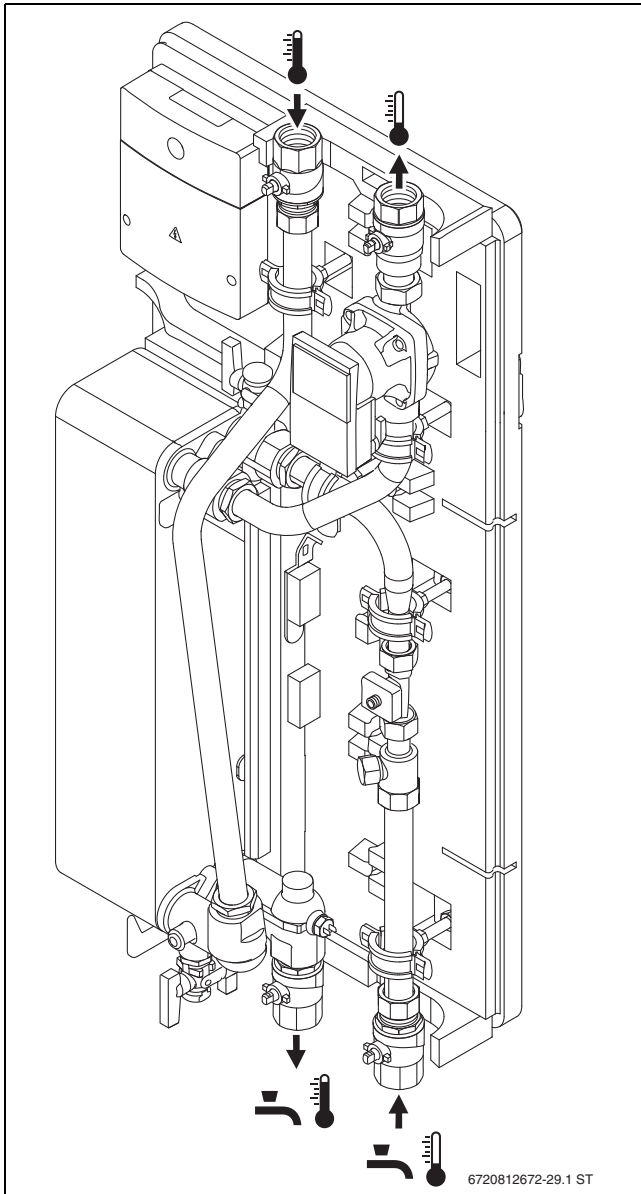

Bild 32 Einzelstation hydraulisch anschließen
- ▶ Primär- und sekundärseitigen Anschluss an die Frischwasserstation vornehmen (→ Bild 32).